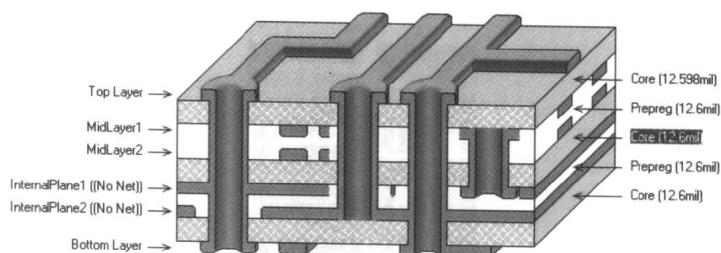

图1-3 多层板示意图
- **多层板【Multilayer Printed Board】**: 由3层或3层以上的导电图形层与其间的绝缘材料层相隔离、层压后结合而成的印制电路板, 其各层间导电图形按要求互连, 其示意图如图1-3所示。在电路设计中, 多层板一般指的是4层板和4层以上的印制电路板。随着电子技术的飞速发展, 芯片的集成度越来越高, 多层板的应用也越来越广泛。